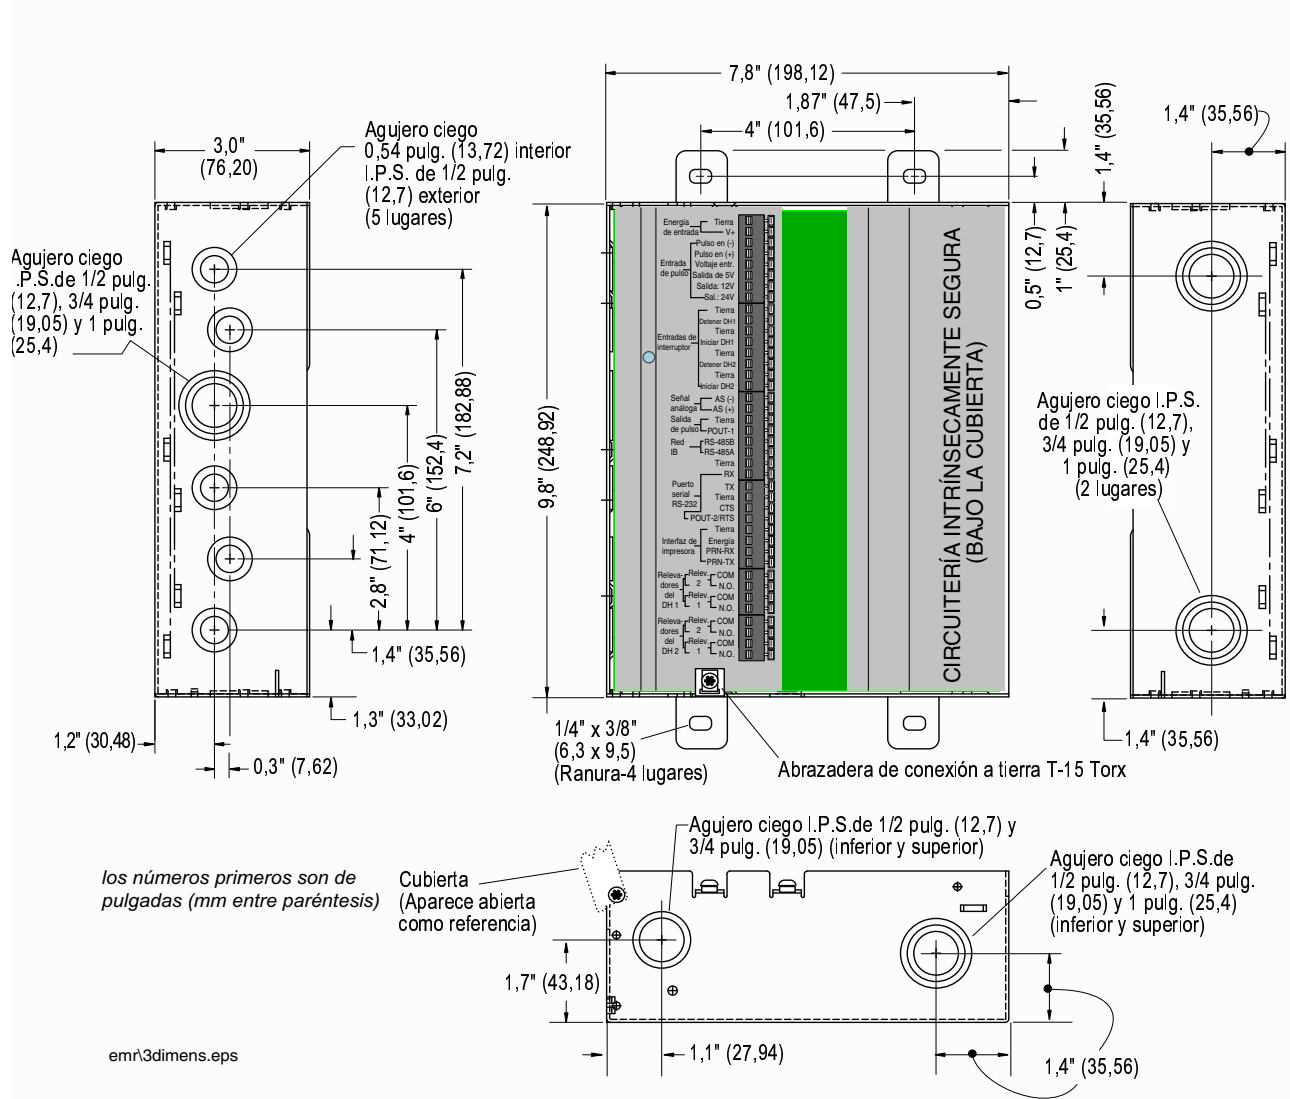

Figura 17. Dimensiones físicas de la IB (se muestra sin cubierta)
1. Las dimensiones físicas de la caja de interconexión (IB) se muestran en la figura 17. La IB está instalada en la cabina del camión bien sea bajo el asiento, montada en la pared interna, montada en el lado del pasajero de la “cubierta del motor” de los camiones de sobre cabina o montada sobre un soporte hecho a la medida que puede también recibir la impresora opcional. Use cuatro pernos de 3/16 pulg. (4 mm) para montar la IB a la superficie de montaje. En caso de acceso limitado, la cubierta frontal de la IB se puede retirar completamente en vez de abrirse, retirando los cuatro tornillo Torx No. 15. Coloque el exceso de cable bajo el asiento o sujételo a la base de montaje de la IB.